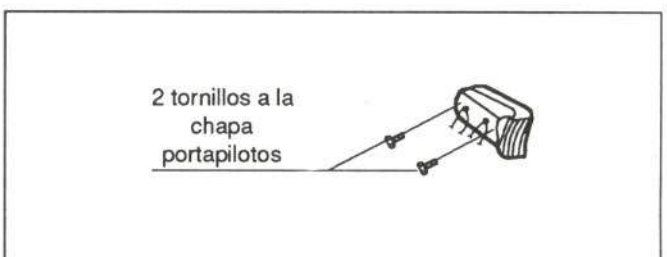

Figura 43.- Fijación de los pilotos
En la figura 43 se muestra su fijación.
- Piloto (figura 43)